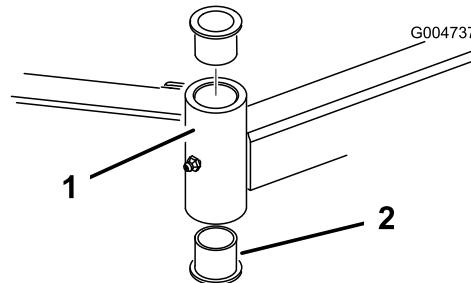

Figura 25
- Inserte un botador fino en la parte superior o inferior del tubo de montaje y dé golpes hasta retirar el casquillo del tubo (Figura 25). Retire también el otro casquillo del tubo. Limpie el interior de los tubos para eliminar toda suciedad.